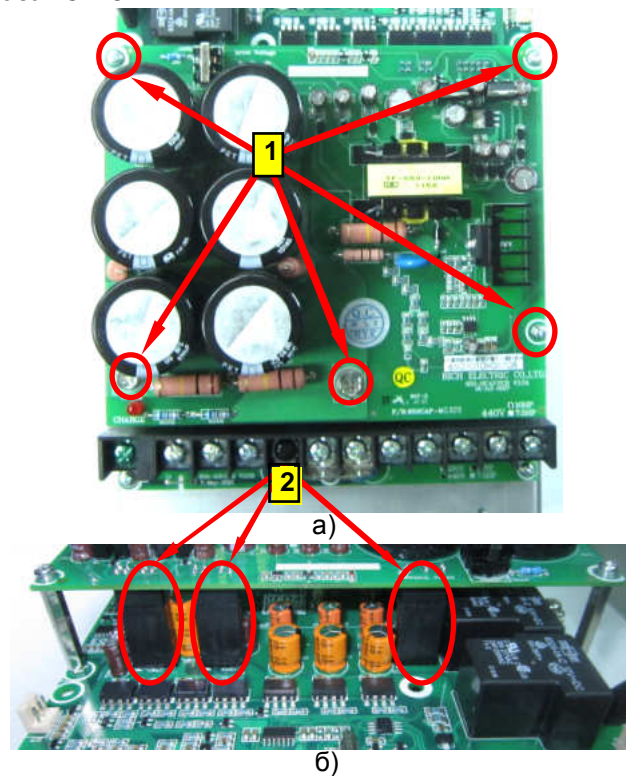

Рис. 6.5
- 6.3.2. Открутить пять винтов крепления «1» платы (рис. 6.5 а).
- 6.3.3. Снять плату, отсоединив три разъема «2» (рис. 6.5 б).
7.4.1. Установить емкостную плату совместив ответные части разъемов «2» на емкостной плате (обведены) и на плате драйверов (рис. 6.5б)
7.4.2. Вкрутить пять винтов «1» крепления платы (рис. 6.5а).